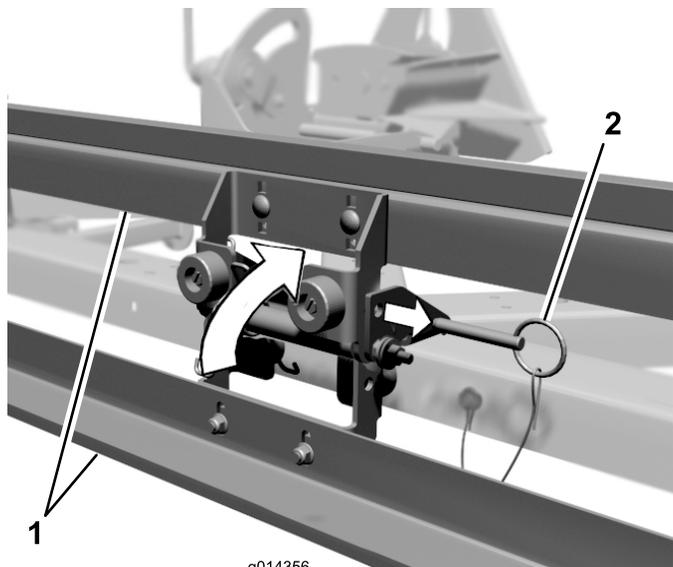

Figura 11
4. Per ruotare il magnete verso l'alto rimuovete il perno ad attacco rapido, inclinate il magnete verso l'alto e rimontate il perno ad attacco rapido (Figura 11). È possibile eseguire questa operazione per rimuovere eventuali detriti dal magnete.